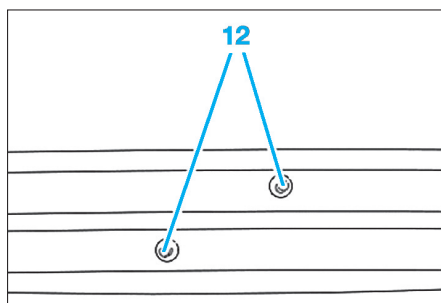

Fig. 51
Afin d'éviter les bruits, il est nécessaire de changer les arceaux (raidisseurs) de pavillon avant et arrière avec des goujons sertis (12) et de remettre les cordons de mastics de calage A4 entre la caisse et les arceaux (Fig.51).